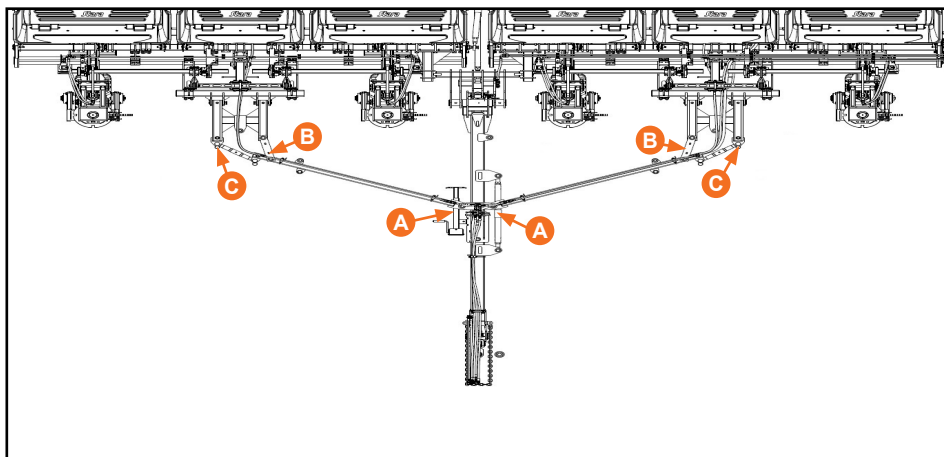

Figura 51
- Utilize as mangueiras (D) para os engates rápidos localizados na ponta do cabeçalho (A). Com isso pode-se baixar e levantar o implemento individualmente (Figura 51).